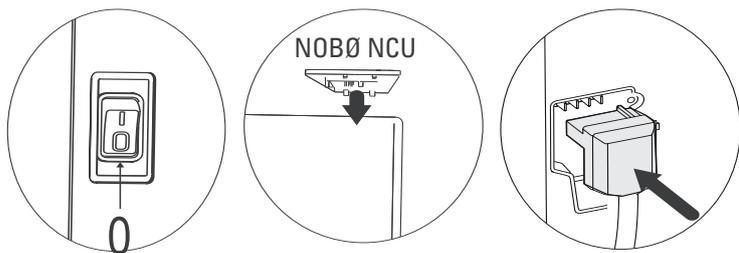

Рис.5
**5-1). Электронный термостат:** Термостат **NCU-1S** предназначен для использования с моделями обогревателей **Nobø** серии **Viking NFC4**. Термостат поставляется в собранном виде, и замена должна осуществляться квалифицированным специалистом. Во время установки термостата прибор должен быть отключен от сети электропитания. На рис. 5 ниже показано, как установить термостат и подключить электропитание.